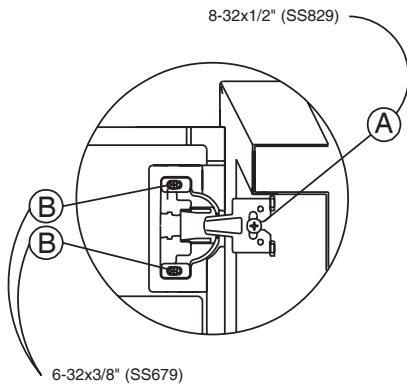

Fig. 10 图 10
- 5) See Fig. 10 for Side Aluminum Plate application.
- 5) 参照图 10 的说明安装侧铝板。
B. Attach the side kit brackets to the cabinet as shown in Fig. 10
B. 如图 10 所示安装侧镜支架。